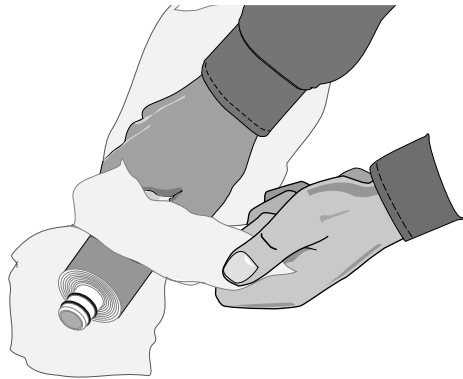

Figura 9: Abra la bolsa con la membrana pelándola hacia atrás, antes de introducirla en la envoltura.
- Abra la bolsa desde el extremo cortado y úsela como sujeción para introducir la Membrana de OI, con los aros tóricos primero, en la Envoltura de la Membrana (ver Figura 9).
5. Instale el nuevo restrictor de flujo en el extremo de la tubería según se ilustra en la Figura 9. Asegúrese de que el collarín en el restrictor de flujo quede acomodado contra el extremo del tubo.